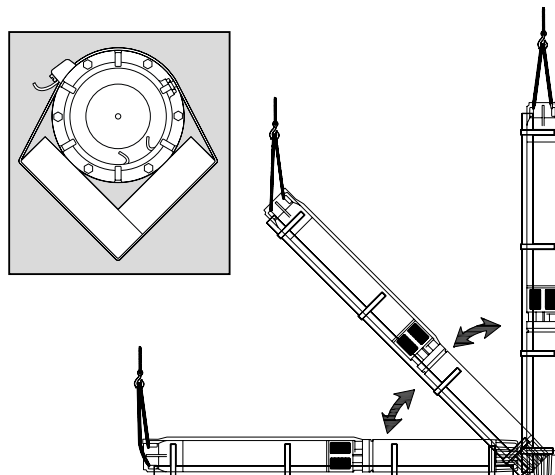

fig. 6
- Wenn die Einheit die Gesamtlänge 180 cm übersteigt, sollte eine Stütze vorgesehen werden bevor das Aggregat horizontal oder vertikal bewegt wird, um so eventuellen Schäden vorzubeugen, die durch die Bewegung hervorgerufen werden können (**fig. 6**).